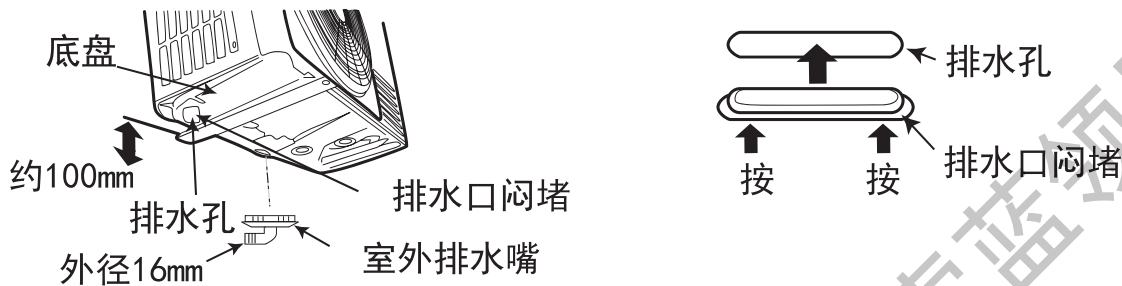

图14
- 2 请将机体在安装后，按图14所示将附件中的室外出水嘴安装在出水孔中。